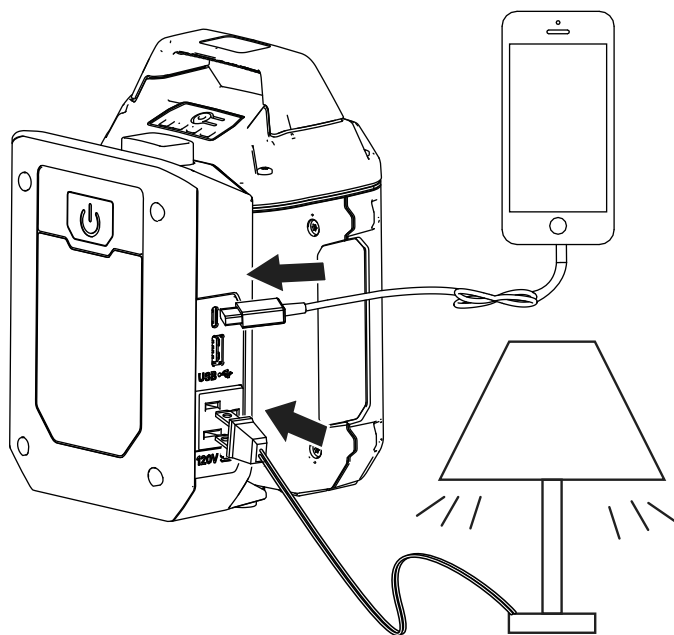

Figure 5
3. Branchez votre appareil à un port USB ou la prise CA (Figure 5).